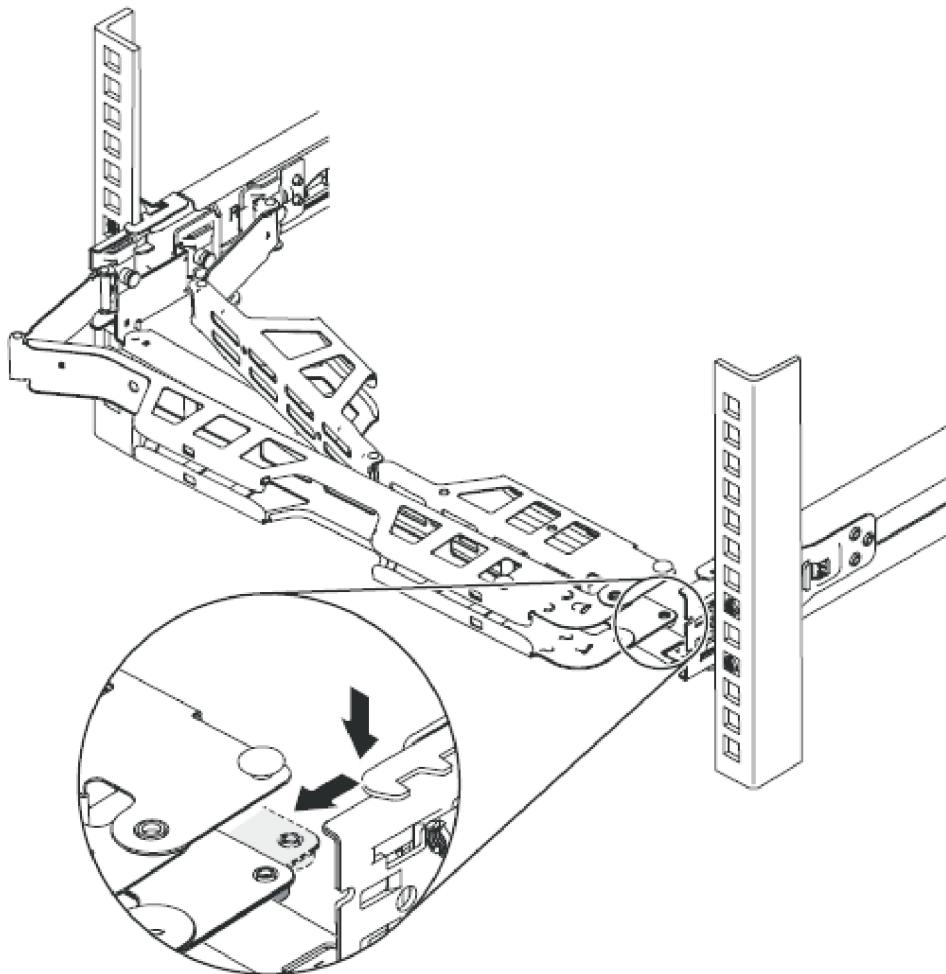

图 28. 调整电缆管理臂的位置
3. 如第 31 页的图 28 所示, 调整电缆管理臂的位置。